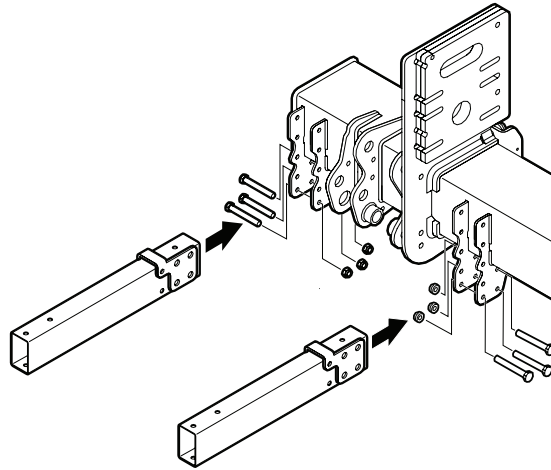

Imagen 42. Montaje de las consolas en la estructura
1. Monte las consolas en la estructura del elevador trasero con 3 tornillos M12x100 cada uno sin apretar. Consulte Imagen 42.